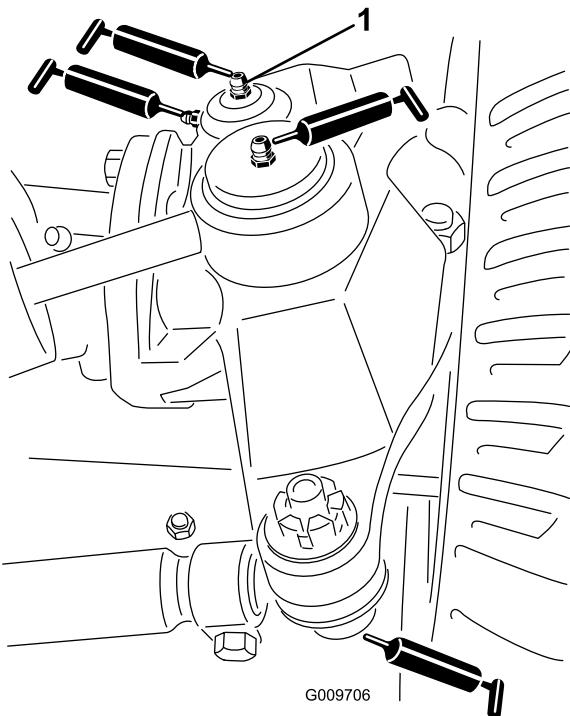

Figura 45
- Articulaciones esféricas del cilindro de dirección (2) (Figura 45)
- Rótulas de las barras de acoplamiento (2) (Figura 45)
- Casquillos del pivote de dirección (2) (Figura 45). **El engrasador superior del pivote de dirección debe lubricarse solamente cada año (2 aplicaciones).**